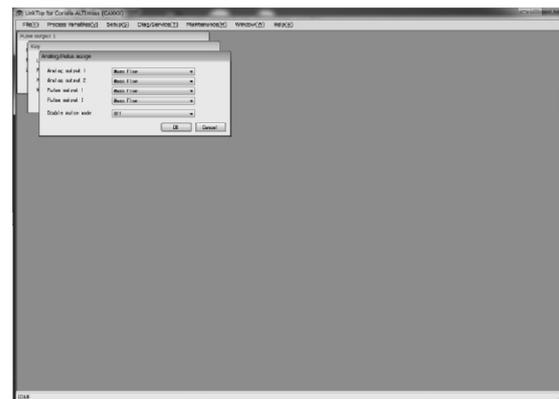

図170
- ① 「Cascade」選択時は、図170のように重ねて表示します。